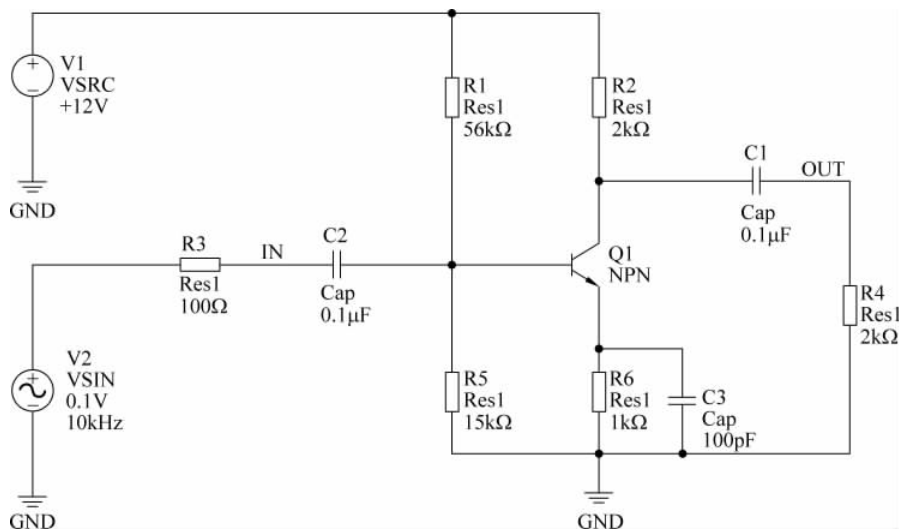

图 3-53 修改电路元件参数
② Frequency: 10kHz,并选中右侧的复选框。
(7) 按照如图 3-53 所示,将电阻和电容值改成相应的值。
(8) 为了观察方便,如图 3-53 所示,在放大器的输入和输出端分别放置名字为 IN 和 OUT 的网络标号。
(9) 保存设计,将其保存到 fourier_analysis 目录。
(1) 将图 3-53 中的 R4 的值改成 56k,重新执行傅里叶分析。